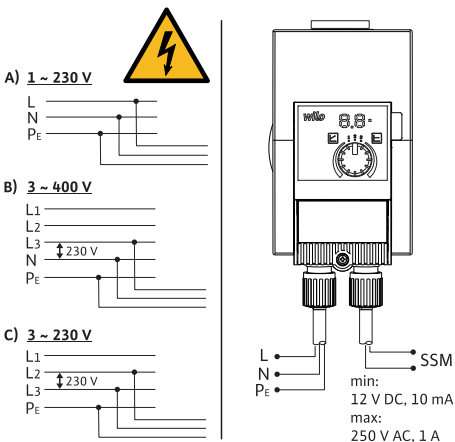

Fig. 3: Csatlakoztatási lehetőségek
- 230 V kiefeszültségű hálózatra csatlakoztassa. IT-hálózatra (Isolé Terre hálózati típus) történő csatlakoztatás esetén feltétlenül győződjön meg róla, hogy a fázisok (L1-L2, L2-L3, L3-L1 → Fig. 3) közti feszültség ne haladja meg a 230 V értéket.